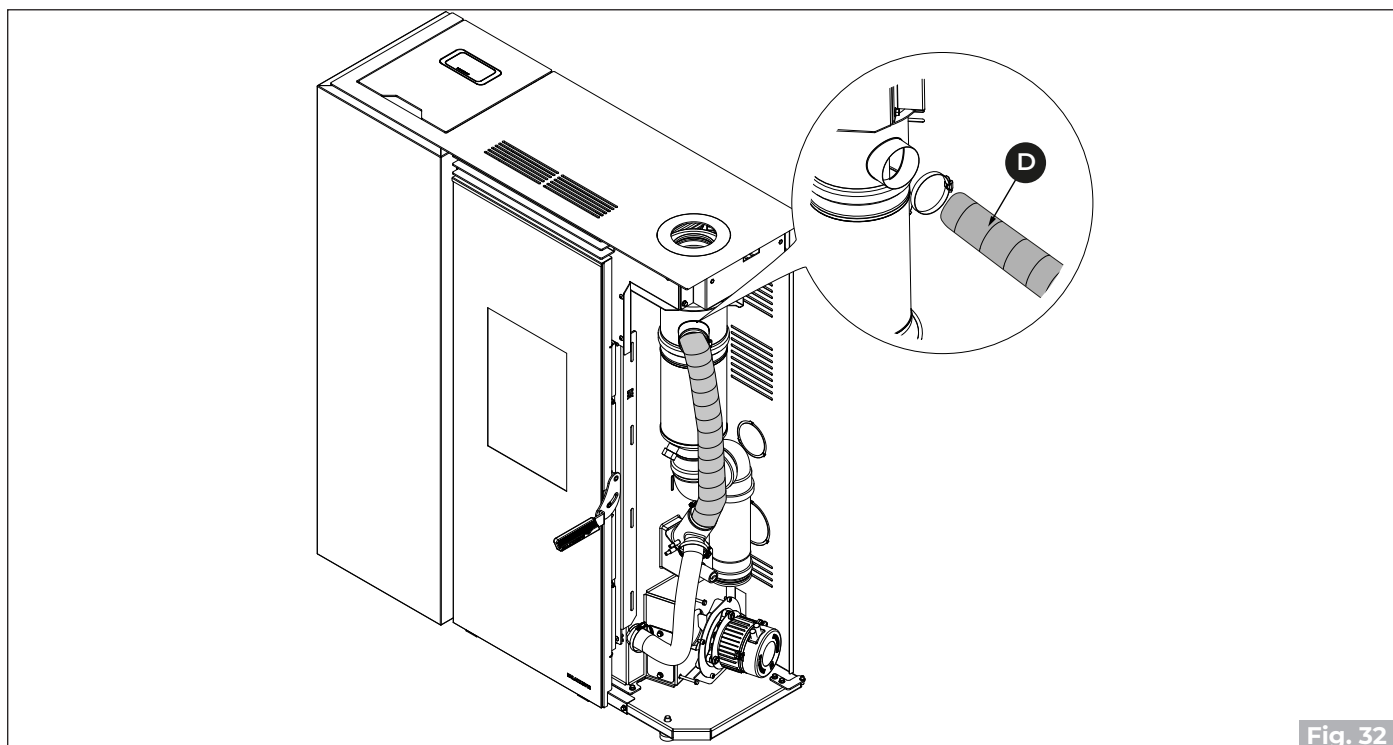

Fig. 32
- Desconectar el tubo flexible **(D)** del aire comburente en la parte superior ("Fig. 32").